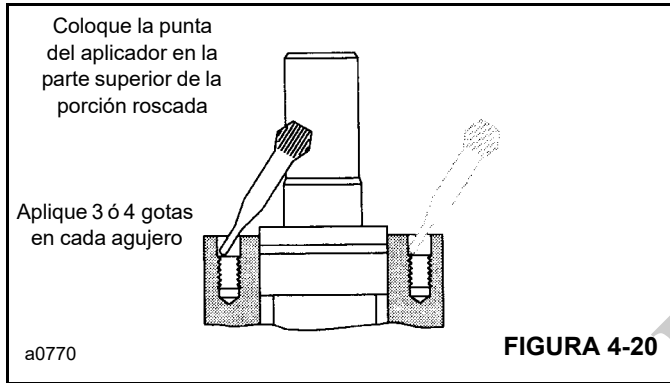

FIGURA 4-20
9. Aplique 3 ó 4 gotas de sellador Loctite en la parte superior de las roscas para cada uno de los cuatro agujeros de la caja (vea la Figura 4-20). No permita que las pie-